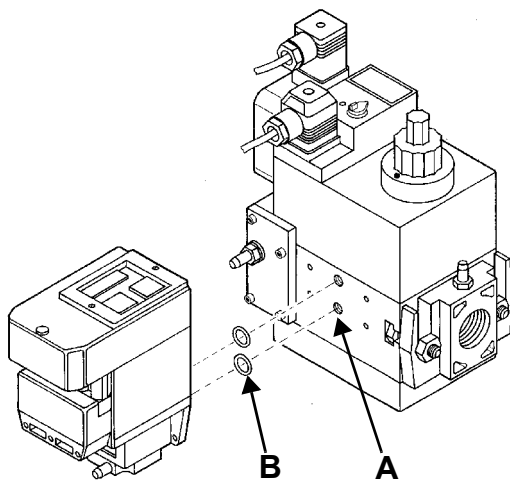

Рис. 57
- 3). снять крепежные винты группы Multibloc (Рис. 57-A)
- 4). вставить уплотнительные кольца (10,5x2,25) в VPS 504 (Рис. 57-B)
- 5). закрутить 4 винта блока контроля герметичности (M4x16) Рис. 57-C.